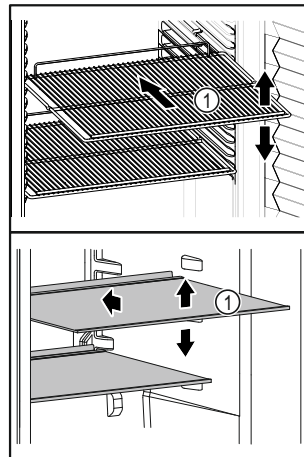

Fig. 82 Beispielhafte Darstellung
- ❑ Wenn Ablageflächen Fig. 82 (1) versetzbar sind, Ablageflächen je nach Höhe anpassen.